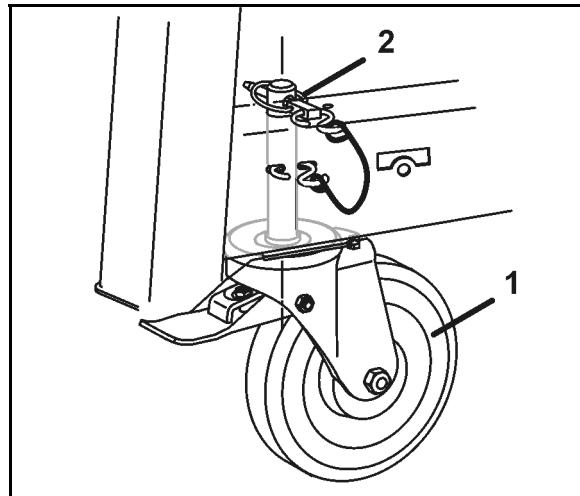

Рис. 43
5. Поворотное переднее колесо с тормозом (Рис. 43/1)
- о установите и засторите пружинным фиксатором (Рис. 43/2),